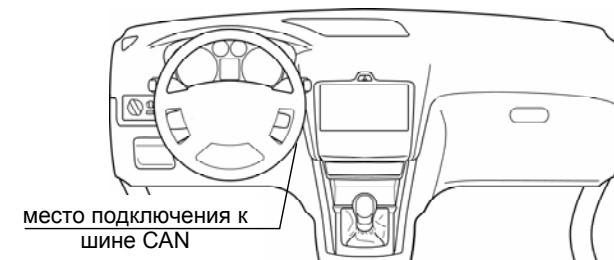

Рисунок 2. Рекомендуемое место подключения к шине CAN.
2.2. Подключить Серый и Синий провода разъема X1 к информационной шине CAN автомобиля. Данное подключение возможно произвести в жгуте замка зажигания автомобиля (смотри рисунок 2), где информационная шина CAN представляет собой витую пару проводов следующих цветов: